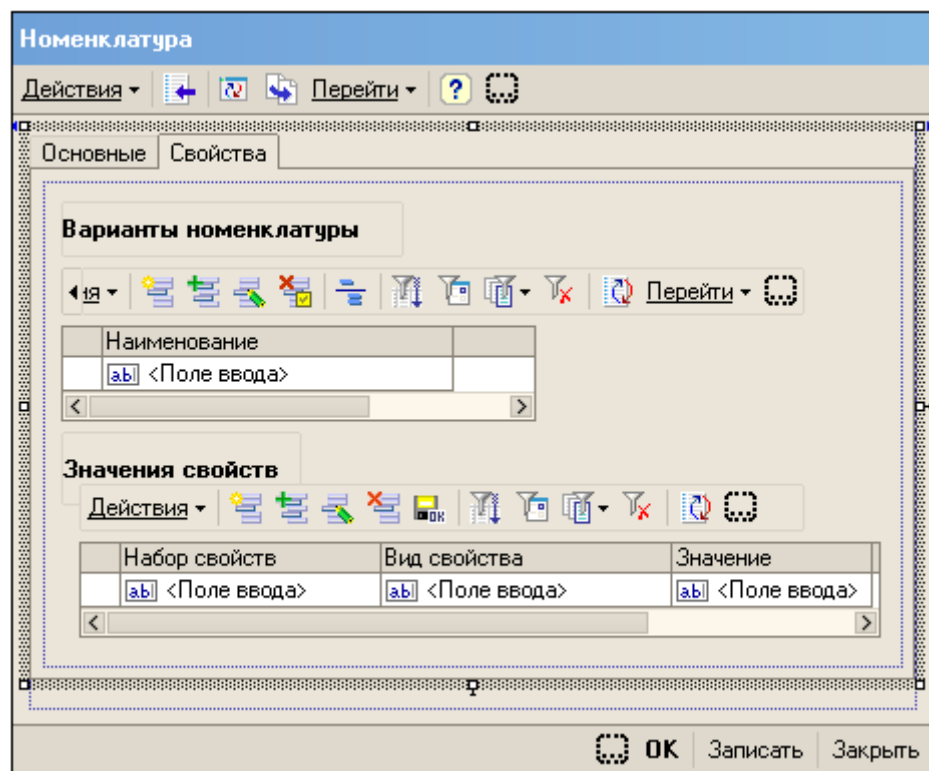

Рис. 128
- под созданной надписью поместим табличное поле с панелью команд, присвоив ему имя **Свойства** и установив тип **РегистрСведенийСписок.ЗначенияСвойствНоменклатуры** (рис. 128);